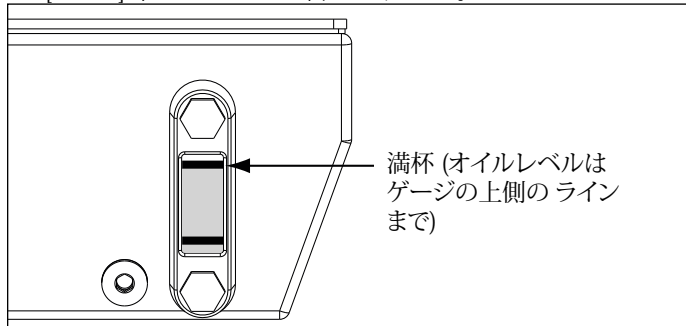

図2 オイルサイトゲージ
始動前にポンプのオイルレベルを点検します。図2に示すように、オイルレベルがサイトゲージの上側のラインに達すると、タンクは満杯の状態です。必要に応じて、図1に示すように、オイル充填プラグ (D) をフィルターチューブから外して、オイルを補充してください。Enerpac HF オイル (ISOグレード32) をご使用ください。